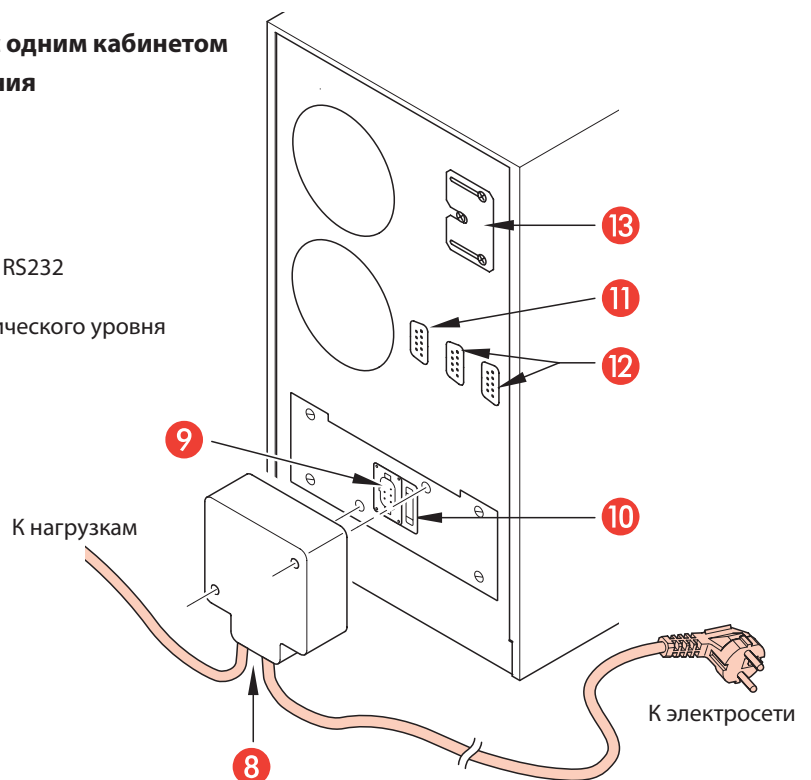

Рис.2
Один кабинет (рис. 2):
4. Вставьте соединитель входа/выхода в штепсельный разъём [9] сзади на ИБП и закрепите его винтами из комплекта поставки (см. рис. 2).